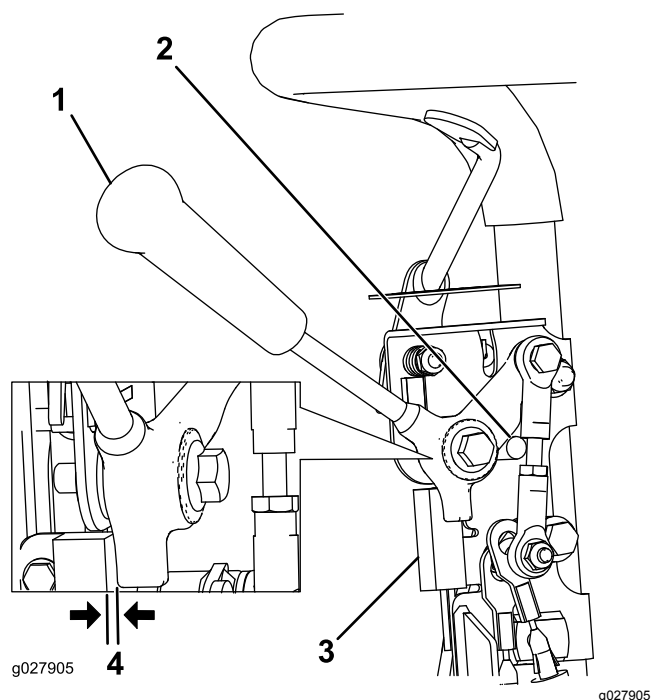

Рисунок 31
1. Убедитесь, что двигатель выключен, а рычаг управления тягой выведен из зацепления и опирается на упор нейтрали (Рисунок 31).
2. Ослабьте крепежные детали блокировочного выключателя (Рисунок 31).
3. Установите регулировочную прокладку толщиной 0,8 мм между рычагом управления тягой и блокировочным выключателем (Рисунок 31).